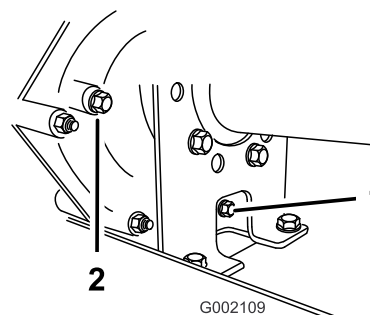

Figura 46
2. Pulite la superficie attorno al tappo di riempimento e di spurgo con un panno (Figura 46).
4. Estraete il tappo di riempimento facendolo girare in senso antiorario (Figura 46).
5. Estraete il tappo di spurgo facendolo girare in senso antiorario (Figura 46).
6. Installate e serrate il tappo di spurgo e la guarnizione del foro del tappo di spurgo della trasmissione (Figura 46).
trasmissione non è a livello con il fondo delle filettature. (Figura 46).
8. Installate e serrate il tappo di riempimento e la guarnizione del foro del tappo di riempimento della trasmissione (Figura 46).
10. Controllate il livello del fluido e aggiungetene altro se è al di sotto delle filettature del foro del tappo di riempimento (Figura 46).